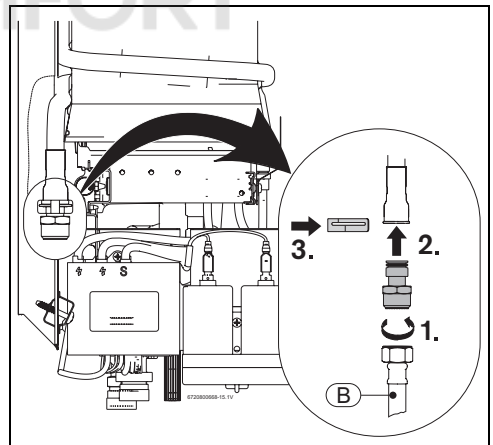

Рис. 13 Аксессуар для подключения воды
- ▶ Установите аксессуар для подключения воды (→ Рис. 13 ).